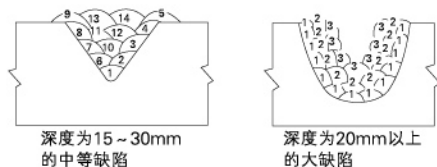

图3. 隔离层堆焊法
- ①根据母材大小不同，预热温度参照表1。
- ②为防止过热，减少变形以及防止出现裂纹，每次的焊道长度应小于50mm，尽量采用线状焊道施焊。
- ③为减少焊接的收缩应力，必须进行锤击。每一焊道焊完后请立即用锤击，直至焊道的波纹消失为止。
- ④较小的砭体状坡口，从底部漩涡状向上堆焊(图2)。长焊道时，为防止裂纹，宜采用后退法、跳焊法、对称法(表2)。坡口深的时候，适合隔离层堆焊法(图3)。